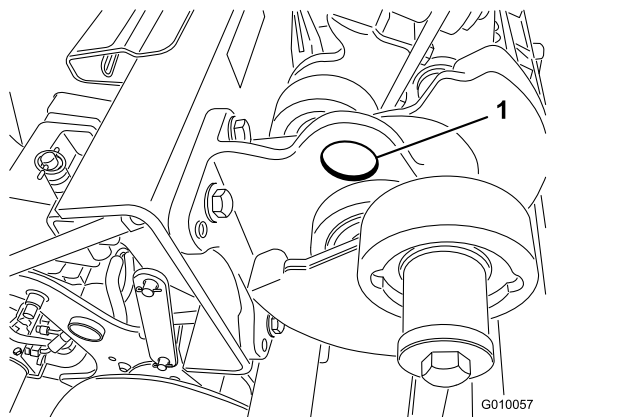

Figura 43
**Nota:** Se disponibile, è possibile utilizzare un paranco per sollevare il retro della macchina. Come punti di attacco per il sollevamento utilizzate i ganci ad occhiello nelle sedi dei cuscinetti della testa di carotaggio (Figura 43).